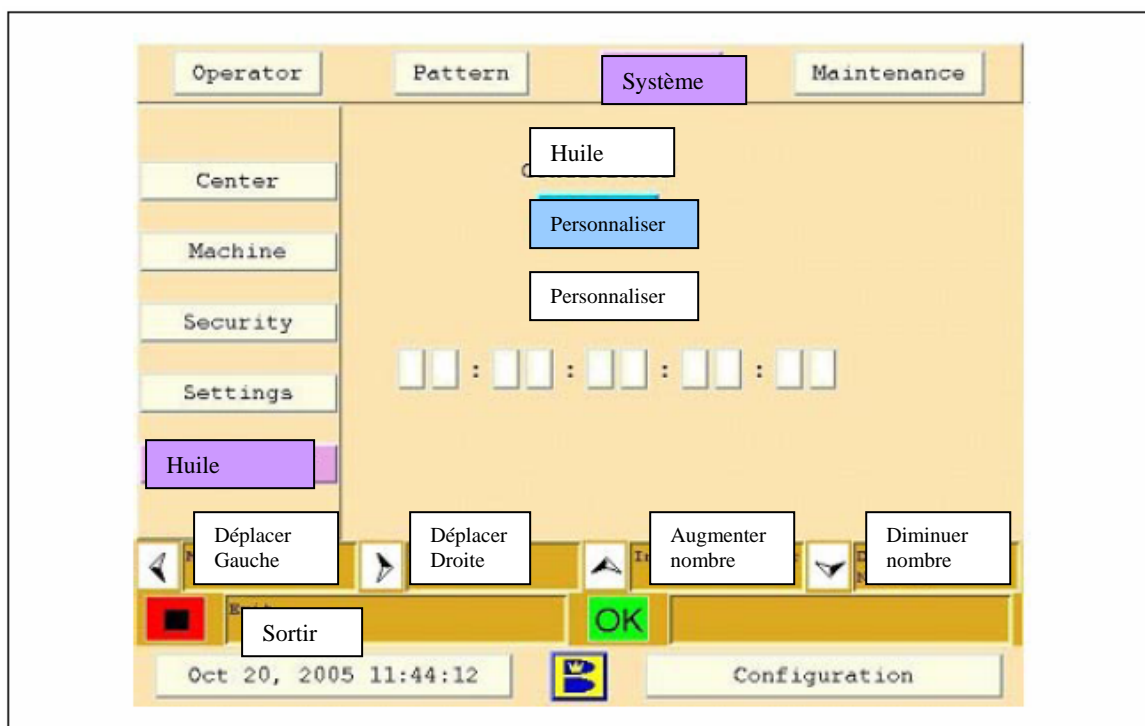

Figure 4-20. L'huile
1. Allez dans le menu **Système**. Référez-vous à la Figure 4-20.